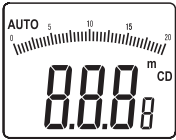

Abbildung 7-1
- Halten Sie die „Lx/Fc/CD“-Taste für eine Sekunde gedrückt, und das Display wechselt in den Modus der Lichtintensitätsmessung, in dem Sie den Abstand zur Lichtquelle anpassen können (siehe Abbildung 7-1).